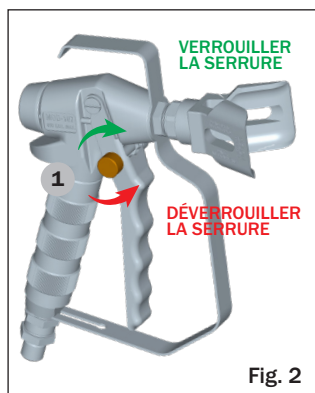

Fig. 2
1.- Pour enciencher la sécurité du pistolet (empêcher l'ouverture de la détente du pistolet), **placez la détente du pistolet vers l'avant** (position fermée), et **tournez l'aiguille** (n°1-figure 2) **jusqu'à ce qu'elle bute contre le corps** du pistolet. Vérifiez que la **détente est bloquée**.
2.- Pour enlever la sécurité du pistolet, placez la **détente** du pistolet **vers l'avant** (position ouverte) et **tournez l'aiguille** (n°1-figure 2) **jusqu'à ce qu'elle bute sur la détente**.
- 1.- **Enclenchez la sécurité du pistolet** (N°1, fig.2).